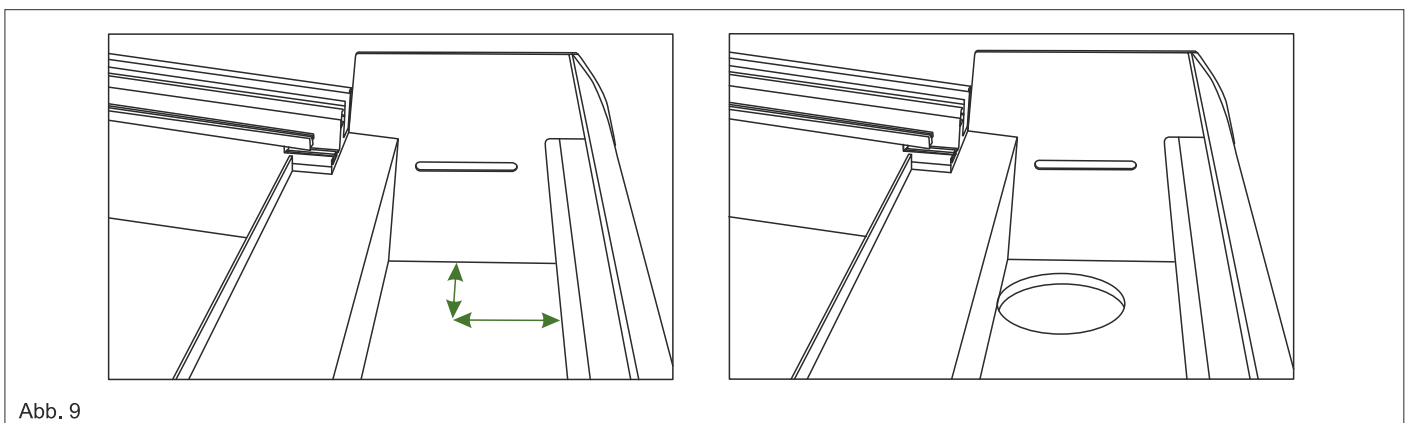

Abb. 9
**A) B)** 8. Bereiten Sie den zweiten Pfosten (mit dem Ablaufrohr, wenn an dieser Stelle gewünscht) vor und markieren Sie die Rohreintrittsstelle in der Rinne, schneiden Sie anschließend eine 80mm Öffnung in der Rinne aus und setzen Sie den Pfosten in die gewünschte Position. Achten Sie darauf, dass das Ablaufrohr bündig mit dem Rinnenboden bleibt. Siehe Abb. 9.